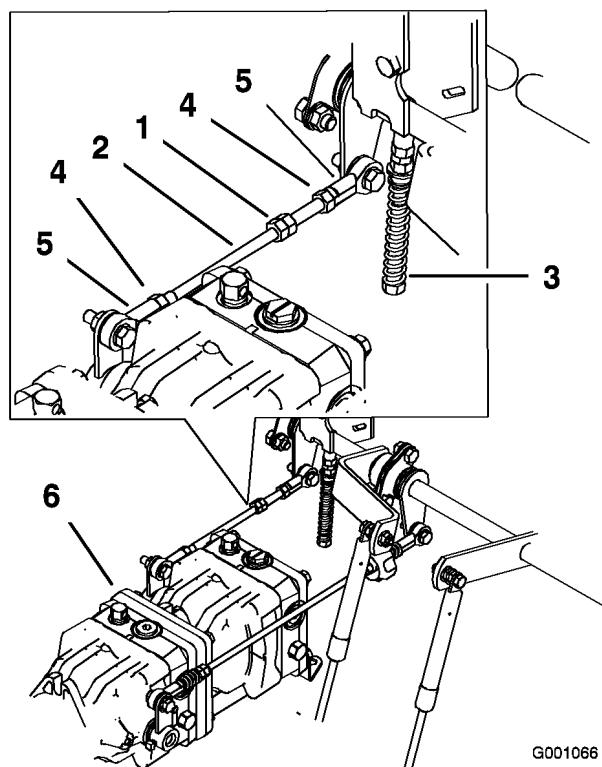

Figure 70
- Desserrez les contre-écrous sur les rotules de la tige de commande de la pompe (Figure 70).
- Réglez la longueur de la tige de pompe en tournant les doubles écrous dans le sens voulu, jusqu'à ce que la roue soit immobilisée ou tourne légèrement en marche arrière (Figure 70).
- Serrez les contre-écrous contre les rotules (Figure 70).